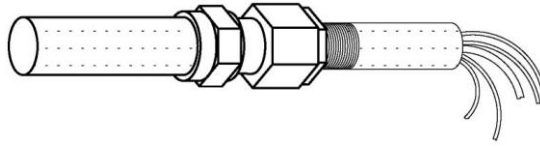

图 7.
b. 如图 7，将防爆格兰安装到铠装电缆上，有关防爆格兰（填料函）的使用方法，请参考“防爆格兰的安装与使用”文件。